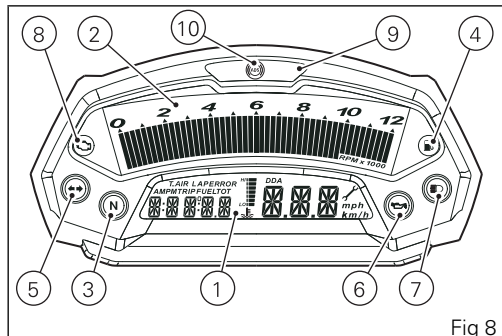

Fig 8
7) HIGH BEAM LIGHT  (BLUE) (Fig 8).
8) "ENGINE/VEHICLE DIAGNOSIS - EOBD"  LIGHT (AMBER YELLOW) (Fig 8).
9) LIMITER LIGHT - OVER REV (Fig 8).
10) ABS LIGHT (AMBER YELLOW) (Fig 8).